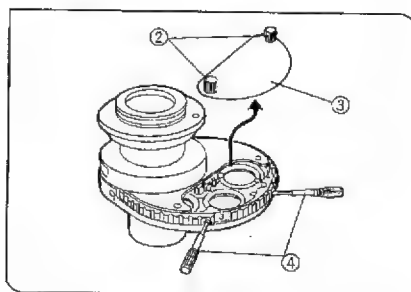

図 23
(図23～27)
1) コンデンサを図23の向きにし着脱ねじ②をゆるめふた③を取外します。(図23)
3) 光学素子穴の心出しねじは光学素子心出しつまみ④を使用してそれぞれ反時計方向へ回してゆるめておきます。(図23)